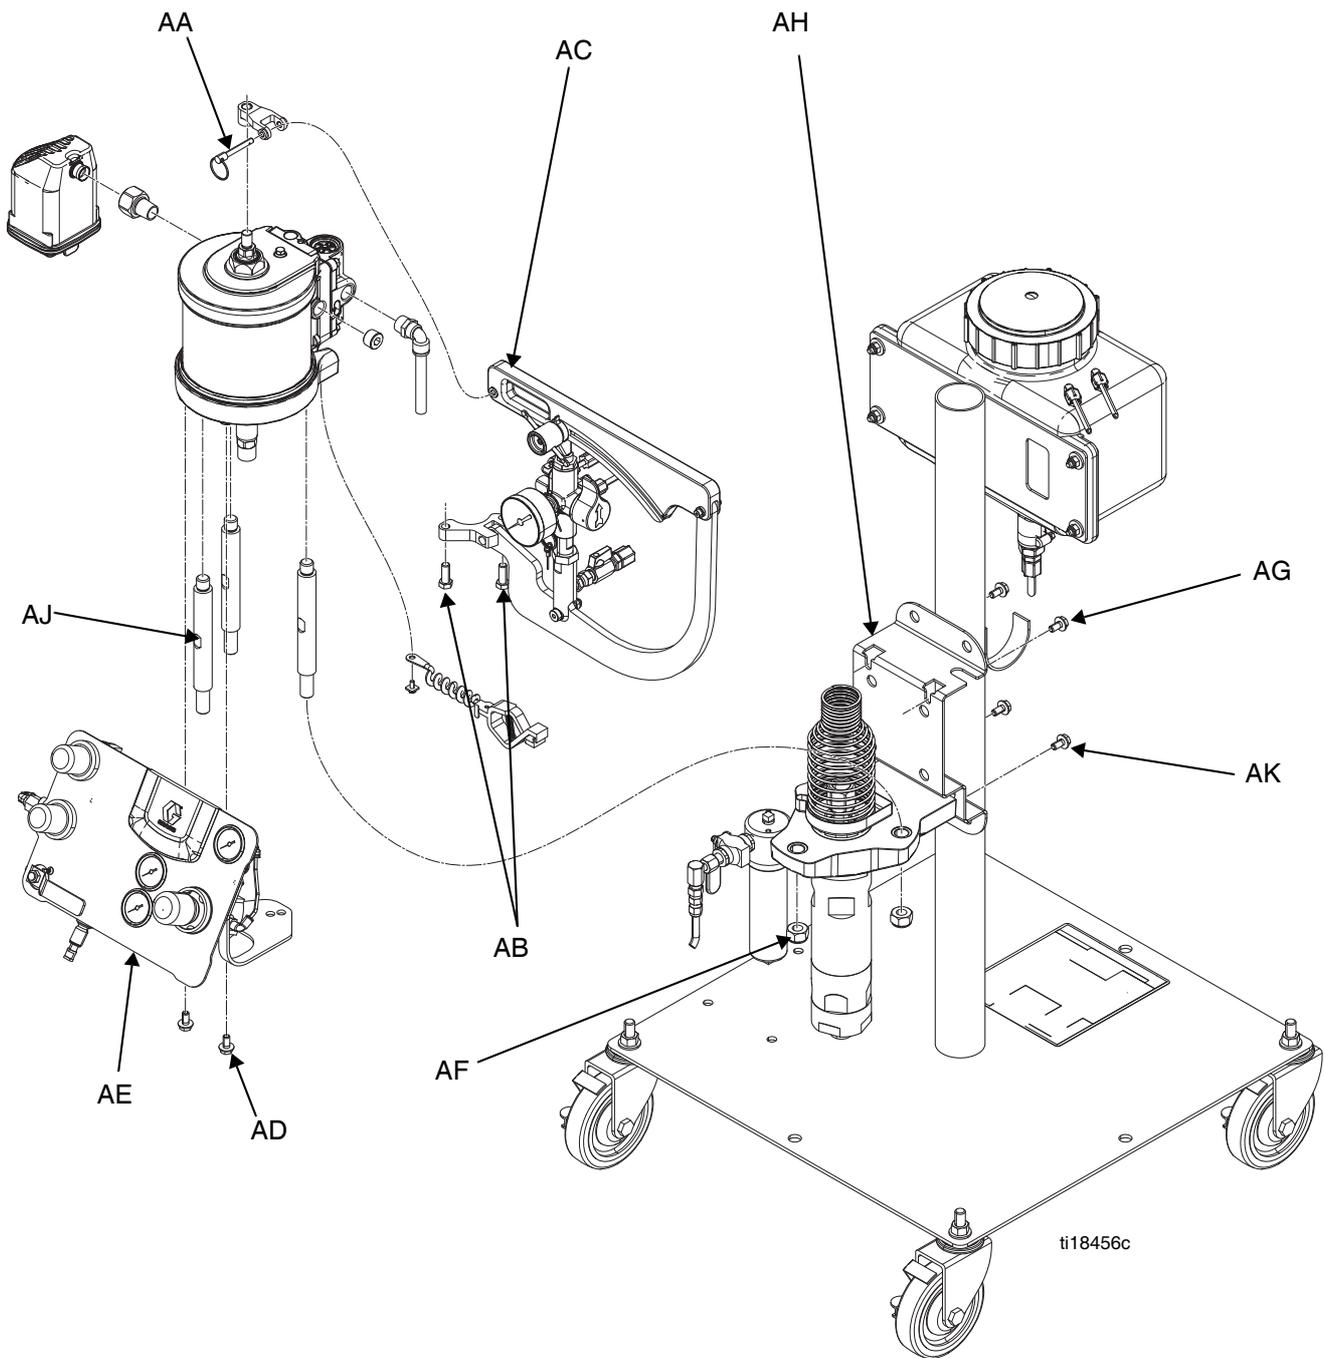

Рис. 36
Сведения о техническом обслуживании и деталях пневматического двигателя см. в руководстве 3A2315. См. раздел Рис. 36 на стр. 45.
См. раздел Рис. 36 на стр. 45.
3. Отсоедините главный воздухопровод от панели управления пневматической системой (AE).
4. Отсоедините детали от пневматического двигателя, см. Рис. 36 на стр. 45.
- b. Снимите верхний штифт (AA), соединяющий верхнее плечо насоса подачи катализатора с пневматическим двигателем. Затем снимите болты (AB), с помощью которых нижнее плечо насоса подачи катализатора крепится к пневматическому двигателю. Затем снимите насос подачи катализатора и узел рычагов управления (AC).
- c. Снимите два болта (AD), с помощью которых панель управления пневматической системой крепится к пневматическому двигателю, после чего снимите панель управления пневматической системой (AE).
7. С помощью торцового ключа ослабьте два винта (AG), посредством которых пневматический двигатель крепится к монтажному кронштейну(АН).
8. С помощью торцового ключа снимите два винта (AK), с помощью которых поршневой насос крепится к монтажному кронштейну.